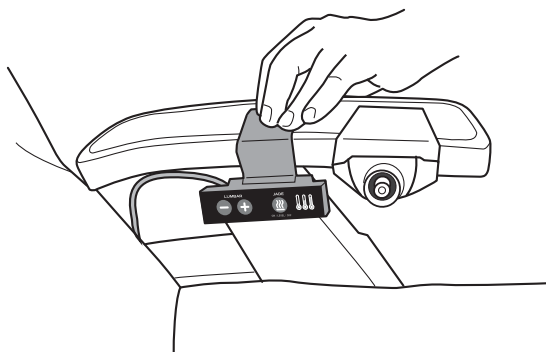

Fig.9
5. Placez le panneau de commande sur l'accoudoir, au-dessus du bras du fauteuil, comme illustré (Fig. 9).